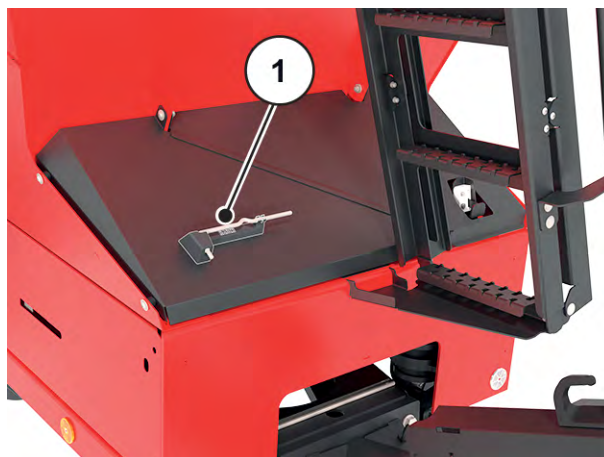

Fig. 37: Indstillingshåndtags placering
- ▶ Læg indstillingsarmen tilbage i den dertil beregnede holder. Se *Fig. 37 Indstillingshåndtagets placering*